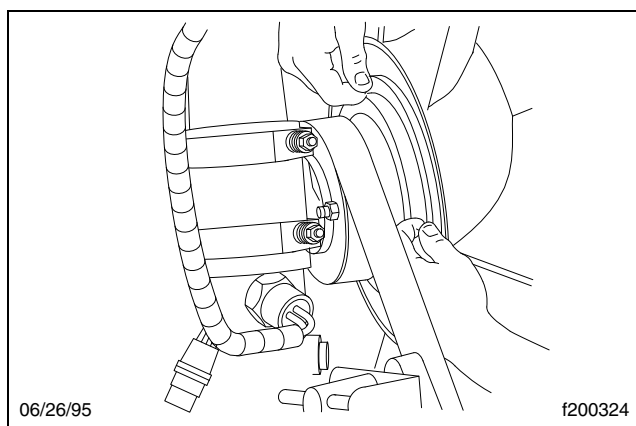

Figura 2, Instalación de la placa de revestimiento del embrague del ventilador
8. Vuelva a aplicar presión de aire al embrague e instale el revestimiento nuevo. Vea la **Figura 2**.